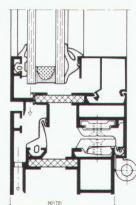

Fig. 2
b) Neue Fensterflügelprofile (Fig. 2) mit geschützt liegender Falz- raumspannung, toleranzunemp- findlicher Mitteldichtung, grosszügig dimensionierter Vorkammerentwässerung und innerer Anschlagdich- tung.